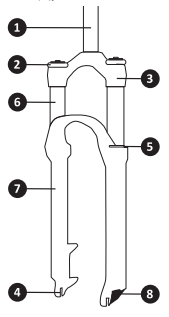

Рис. 27: Конструкция велосипедной амортизационной вилки
3. Осторожно сойдите с велосипеда без раскачки или дополнительного сжатия подвески. Замерьте расстояние между хомутом и пыльником — это и будет усадка. Для уменьшения величины усадки необходимо увеличить предварительную нагрузку поворотом регулятора (рис. 27, поз. 2) по часовой стрелке (для воздушных илок — увеличением давления в воздушной камере), а для увеличения — поворотом против часовой стрелки (для воздушных вилок — снижением давления).